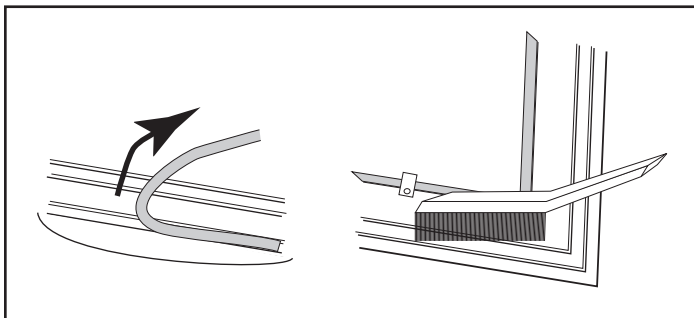

Figure 3.4 – Enlever le joint et nettoyer la rainure à l'aide d'une brosse métallique.
1. Pour enlever le joint existant, saisissez-le par une extrémité et tirez fermement. (Figure 3.4)